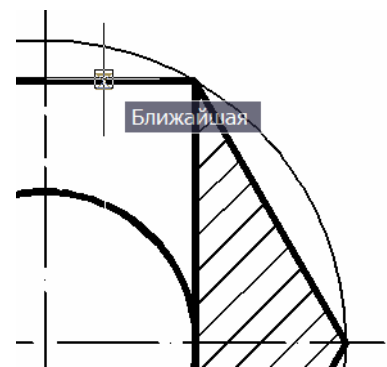

Рис. 5.37
- b) с помощью разовой привязки **Ближайшая (Nearest)**  «зацепить» первую точку сплайна на очерке призмы в точке соединения линии вида сверху и горизонтального разреза (рис. 5.37);